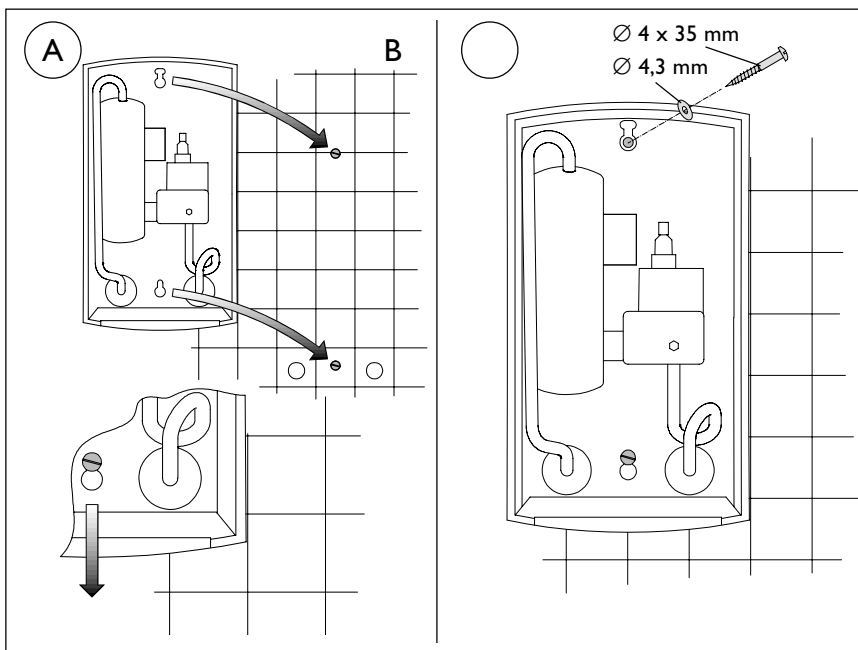

Рис. 9
Указание: При замене старого прибора типа ДНС (старые отверстия могут использоваться) дополнительно завинтить верхние винты и использовать прилагаемые шайбы (рис. 9 **В**).
5. При подштукатурном монтаже водопровода завинтить в стенную шайбу в соответствии с рис. 12. Прибор насадить на винты и зафиксировать (рис. 9 **А**).